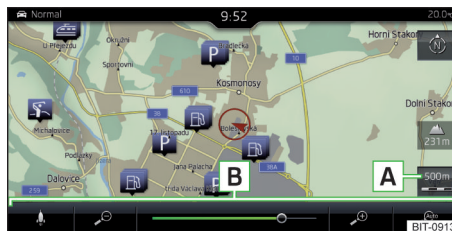
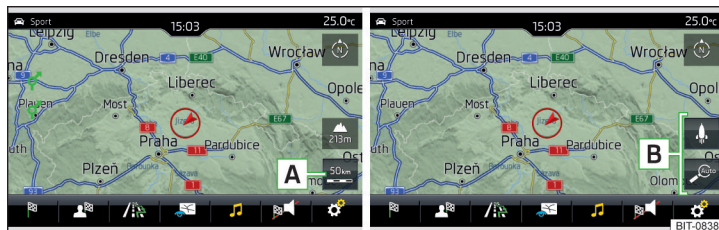

Fig. 234
Fig. 235 Suprafețele de comandă funcții pentru modificarea scării hărții: Infotainment Amundsen
» Atingeți suprafața de comandă funcții **A** » fig. 234, respectiv » fig. 235
În zona **B** » fig. 234, respectiv » fig. 235 sunt afișate suprafețele de comandă funcții pentru modificarea scării hărții.
- ▶ Atingeți suprafața de comandă funcții **A** » fig. 234 și utilizați cursorul sau atingeți suprafața de comandă funcții **B** » fig. 234 (valabil pentru Infotainment Columbus).